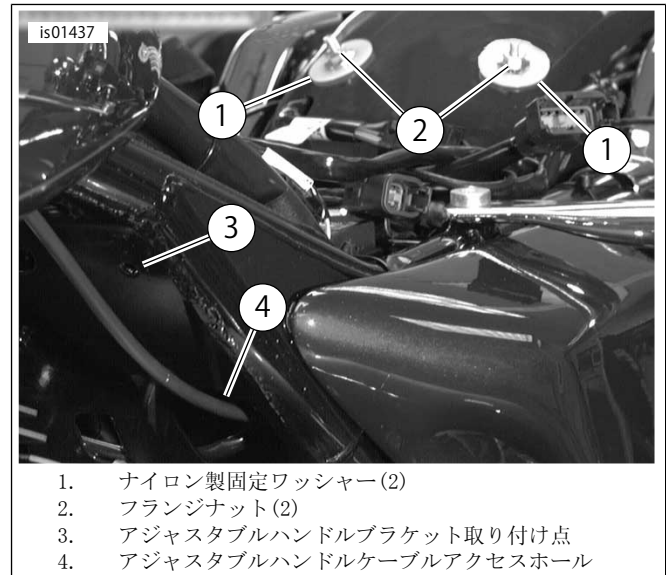

図1. フランジナット/ブラケットロケーションの取り外し
3. 「図1」を参照。1999年以降のモデル：該当する場合は、示された位置にあるフランジナット(2)を取り外します。ナイロン製リテーニングワッシャー(1)は所定の位置に残します。1997~1998年式モデル：ボルトを取り外します。
3. 「図1」を参照。フランジナット(2)を取り外します。ナイロン製リテーニングワッシャー(1)は所定の位置に残します。
3. 「図1」を参照。該当する場合は、示された位置にあるフランジナット(2)を取り外します。ナイロン製リテーニングワッシャー(1)は所定の位置に残します。